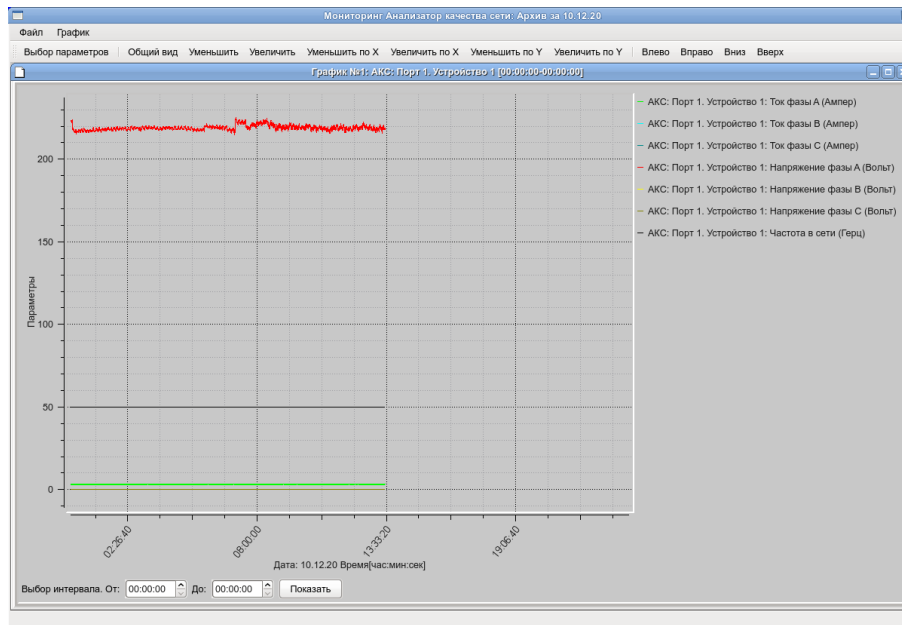

Рисунок 4.15.3
4.15.3 Если архив за заданные сутки найден, открывается окно просмотра графиков напряжений, токов и частоты для выбранного фидера (рисунок 4.15.3).